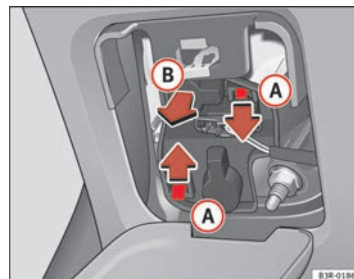

Fig. 220 Desmontar el portalámparas
- Haga presión sobre las lengüetas **A** ⇒ **fig. 220** en el sentido de las flechas y extraiga el portalámparas tirando en el sentido que indica la flecha **B**.